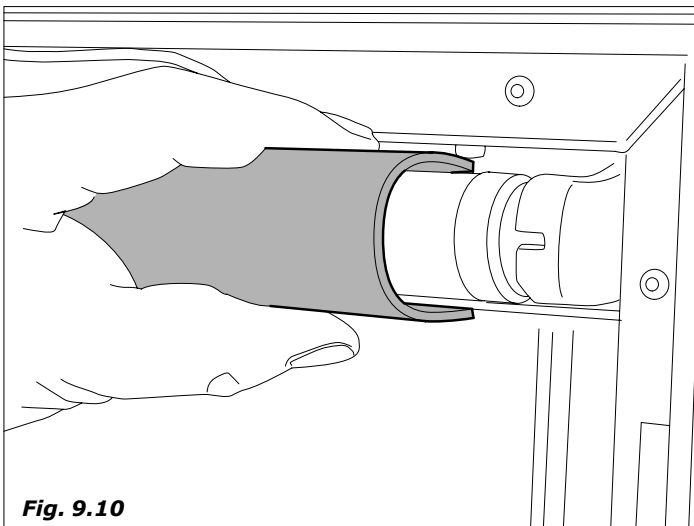

Fig. 9.10
- Extraer la protección del tubo (Fig. 9.10)